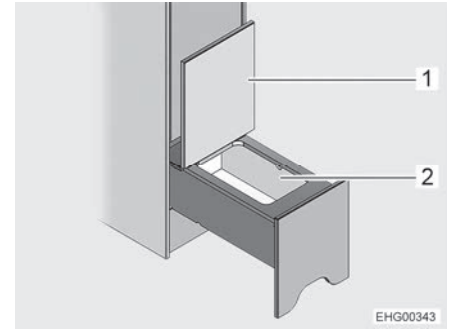

Fig. 83 Compartiment de rangement
- Rabattre le couvercle (Fig. 83,1) vers le haut. Le compartiment de rangement (Fig. 83,2) est accessible.